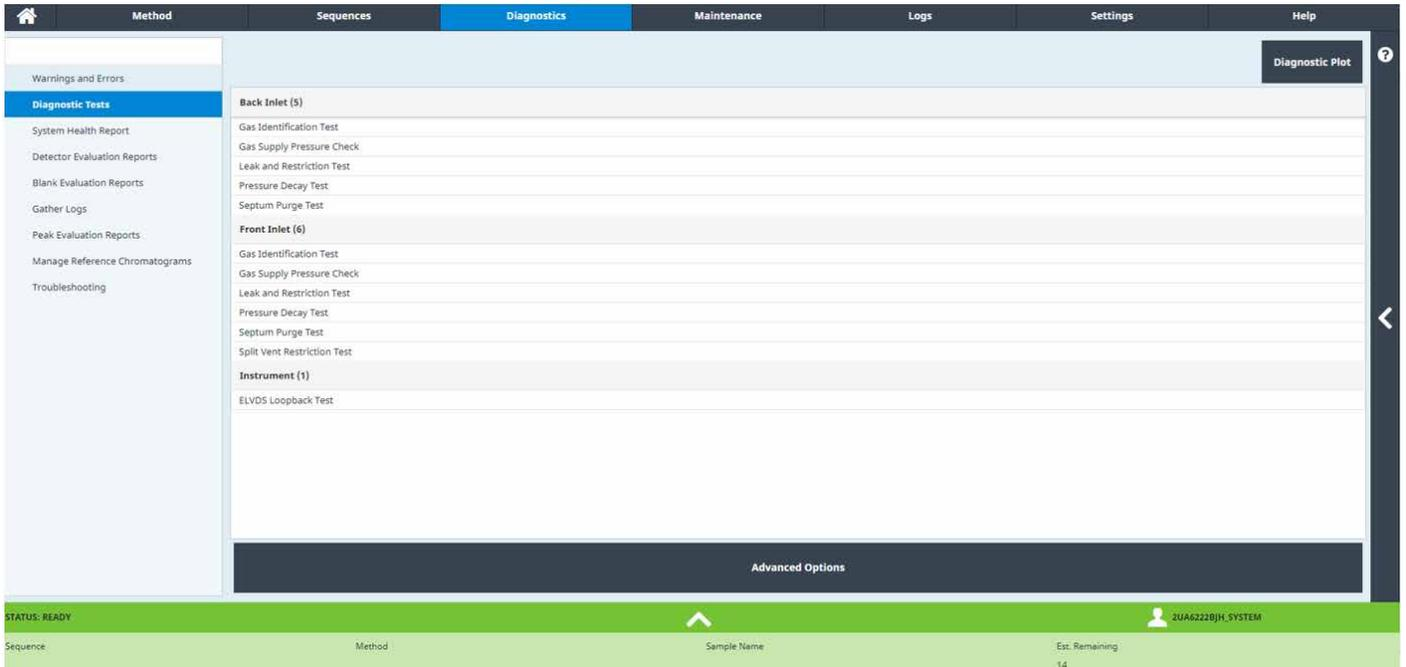

図 12. GC 上に構成されている HW で使用可能な診断テストは、[Diagnostics (診断)] ウィンドウの [Diagnostic Tests (診断テスト)] の下に一覧表示されます。
Diagnostic Tests (診断テスト) : [Diagnostics (診断)] タブの次のメニュー項目は [Diagnostic Tests (診断テスト)] です。これは、GC 本体が自動的に実行できるか、または機器で構成されているハードウェア (HW) に関してユーザーを支援できる手順のリストです (図 12)。